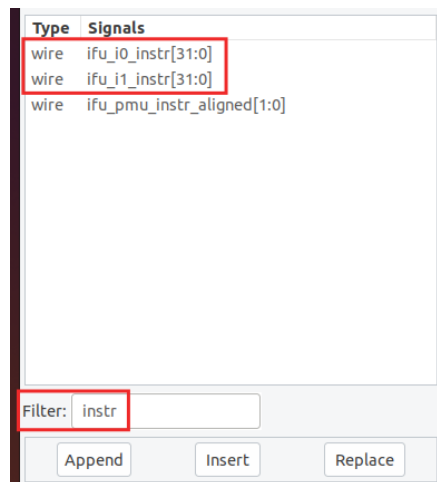

Figura 86. Añada las señales *ifu_i0_instr[31:0]* e *ifu_i1_instr[31:0]* a la forma de onda
10. Ahora agregue las señales que muestran las instrucciones que se ejecutan en cada una de las dos vías del core superescalador RISC-V. En el mismo módulo (**ifu**) busque las señales **ifu_i0_instr[31:0]** e **ifu_i1_instr[31:0]** (Figura 86), y arrástrelas al panel negro de Ondas. El prefijo **ifu** indica la unidad de obtención (fetch) de la instrucción, **i0** indica la vía superescalador 0 e **i1** indica la vía superescalador 1; **instr[31:0]** indica la instrucción de 32 bits.